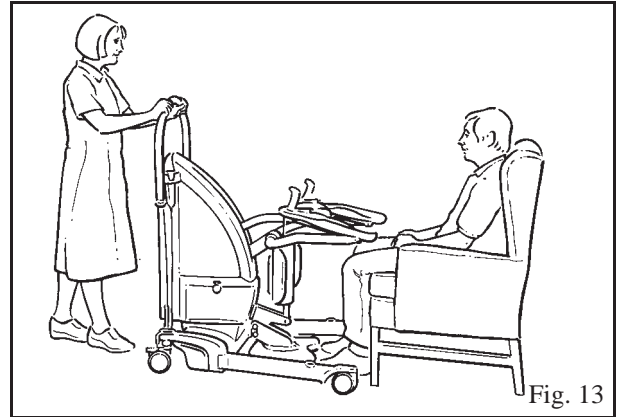

Fig. 13
3. Aproxime a parte da frente do elevador do paciente, parando antes que o apoio para os pés e o Proactive Pad toquem no paciente. (Ver Fig. 13)